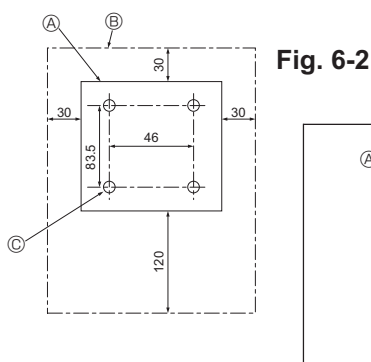

Fig. 6-2
(1) Välj installationsplats för fjärrkontrollen. (Fig. 6-2)
#### [Fig.6-2]